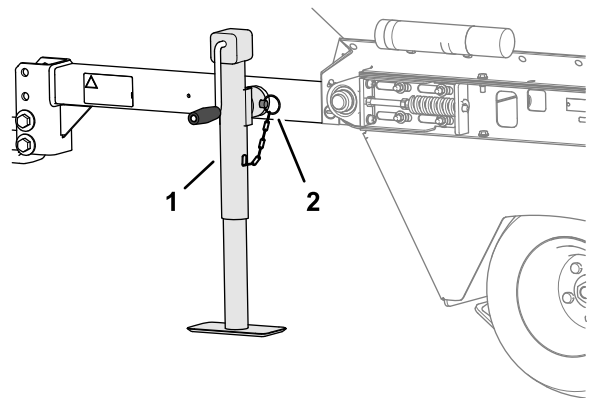

图11
2. 垂直旋转千斤顶图11。
3. 用柱销将其固定至安装管图11。